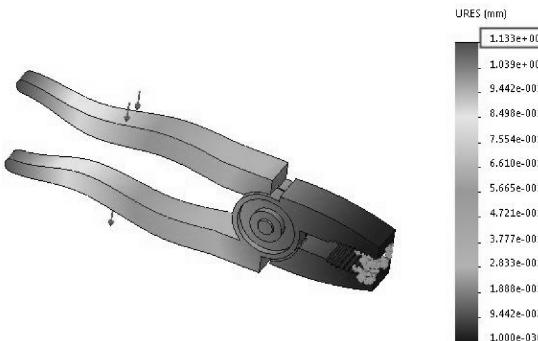

图 9-81 位移图解
- 05 从【位移 1】图解中我们可以看出，钳子手柄末端的位移量最大，为 1.133mm，如图 9-81 所示。